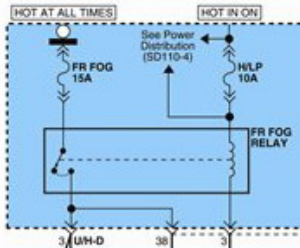

Рис. 6. Подключение реле с отдельными цепями силовых контактов и обмотки.
- в схемах автомобиля, где цепи управления обмоткой и силовых контактов разделены (см. Рис.6), можно использовать режим **«внутреннего управления режимом ДХО – режим 7»**: для фар BC-ПТФ - без дополнительных подключений и проводов, для фар ДС – с подключением к доп. контакту реле DRL-30-M (для выключения «режима ДХО_на_ДС» при включении фар BC).